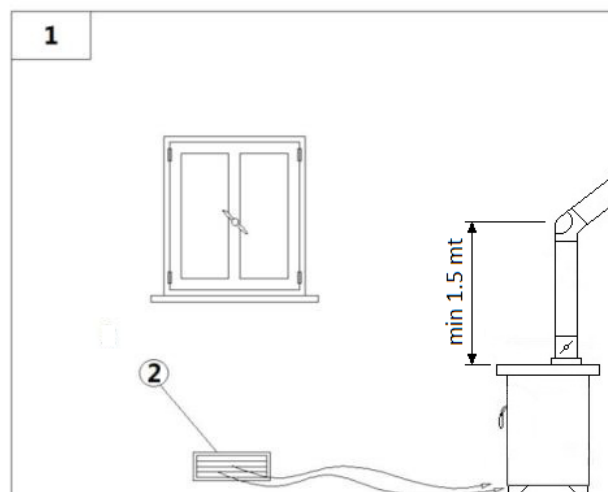

Fig. 5 - Directement depuis l'extérieur
LÉGENDE Fig. 5 à page 33
- L'afflux d'air entre l'extérieur et la pièce peut se produire directement, à travers une ouverture dans les murs extérieurs de la pièce (voir Fig. 5 à page 33).